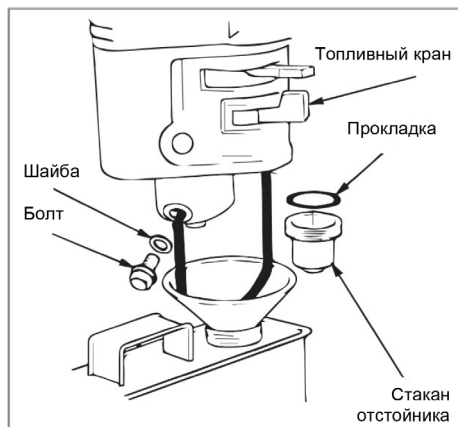

Рис. 31
8.7. Слив топлива и очистка отстойника карбюратора (рис. 31).